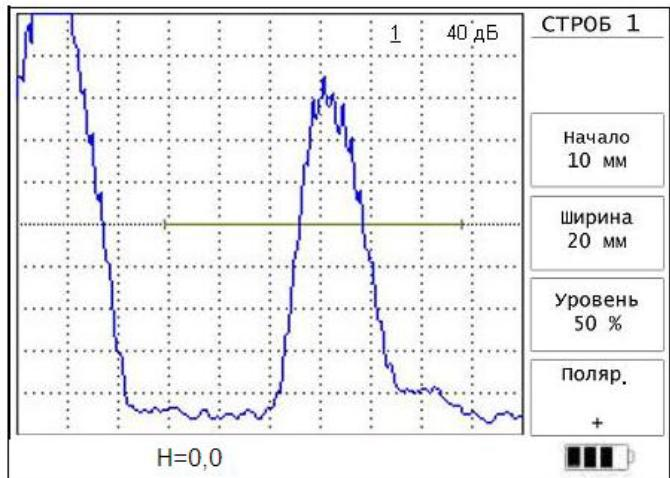

Рис.5.8.
5.4.3. Меню «**СТРОБ 1**» содержит следующие параметры (рис. 5.8).